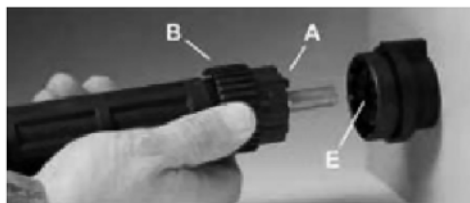

Рис. 8.2. Совместить паз.
3. Подключите силовой вход плазмоторна к разъёму аппарата на передней панели, убедитесь в плотной фиксации соединения. Обратите внимание, чтобы выступ (А), имеющийся на плазмоторне, совпал с пазом на панельном гнезде аппарата (См. рис. 8.2).